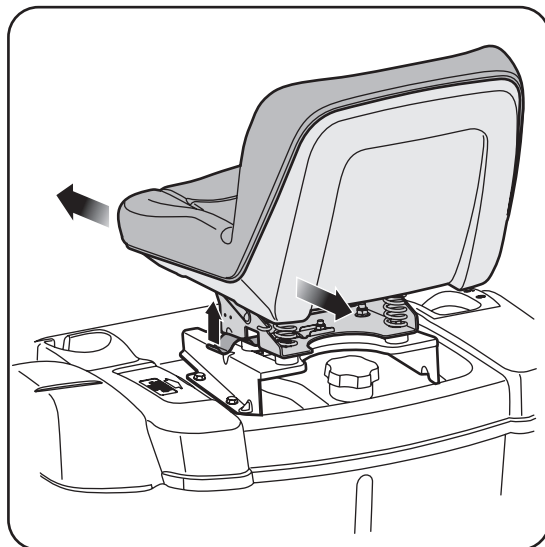

Figure 9
1. Asseyez-vous sur le siège, localisez la manette de réglage sur la gauche et relevez-la pour la dégager de la plaque à encoches indexées. Voir la Figure 9.